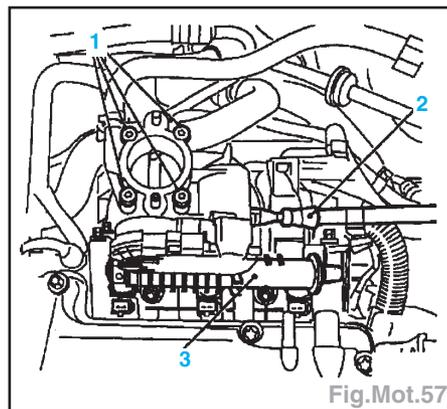

Fig.Mot.57
- Démontez la conduite (2) en utilisant l'outil KM-796 et en obturant avec KM-807, déposez les 4 vis (1) et le module de papillon sans débrancher les durits, la rampe distributrice de carburant (3) (Fig.Mot.57).